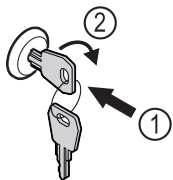

Fig. 144 Voorbeeld
- ▶ Sleutel erin duwen Fig. 144 (1).
- ▶ Sleutel 90° rechtsom draaien Fig. 144 (2).